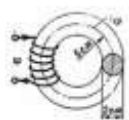

Рисунок 5 –
1. Каким должен быть намагничивающий ток катушки индуктивности, имеющей 200 витков, чтобы ее намагничивающая сила создала в чугунном кольце магнитный поток $0,000157 \text{ Вб}$? Средний радиус чугунного кольца 5 см, а диаметр его сечения 2 см (рисунок 5).